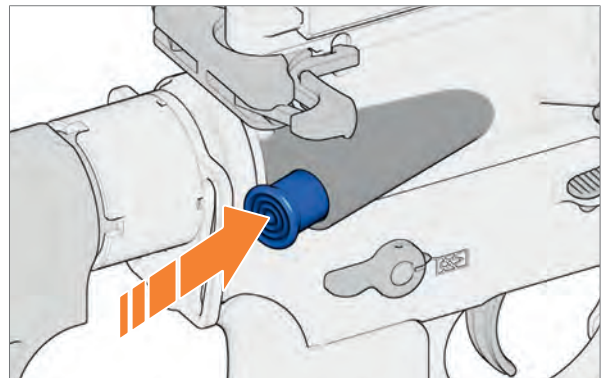

Abb. 23: Schließhilfe verwenden
- › Schließhilfe drücken bis der Verschluss verriegelt (Abb. 23).